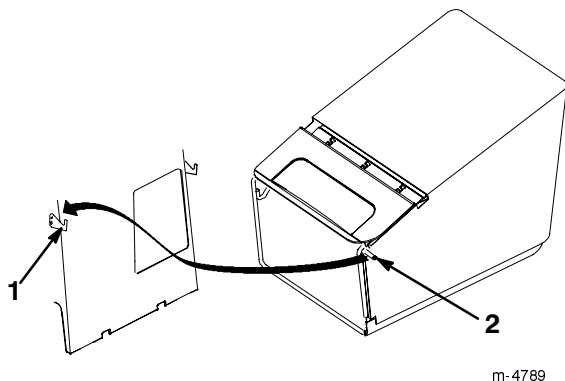

Figure 15
5. Accrochez les ergots du cadre du sac à herbe dans les crochets d plateau de coupe, comme illustré à la Figure 15.
4. Décrochez le cadre du sac du plateau de coupe et enlevez-le de l'ouverture, comme illustré à la Figure 15.